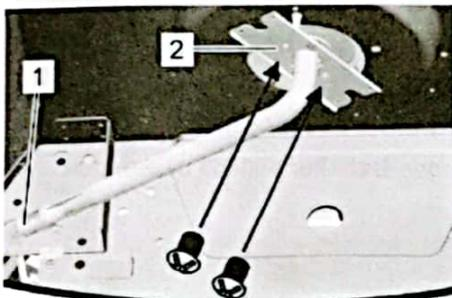

Abb. 2
4. Gasrohr auf den Gasanschluss rechts am Bedienpanel komplett aufstecken (Abb. 2/1).
5. Zwei Schrauben (Abb. 2) mit den Schraubendreher durch die Platte (Abb. 2/2) unterhalb des Seitenbrenners führen und mit dem Kopf des Seitenbrenners verschrauben.